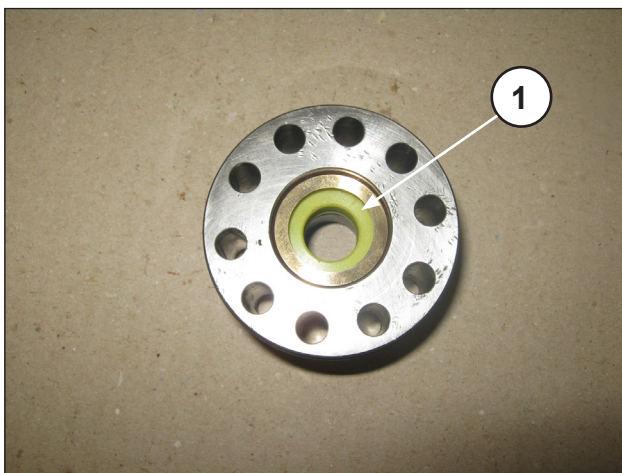
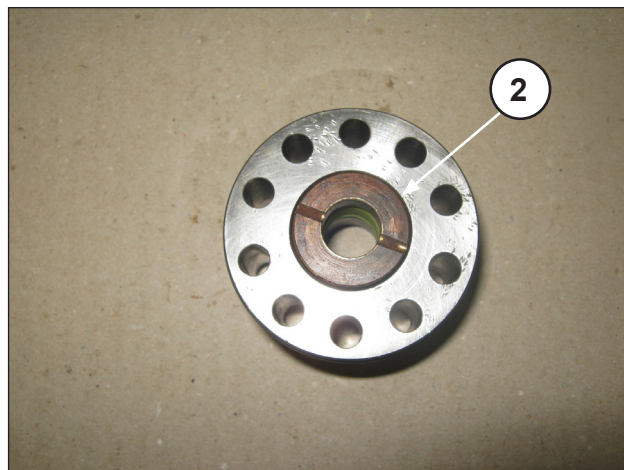
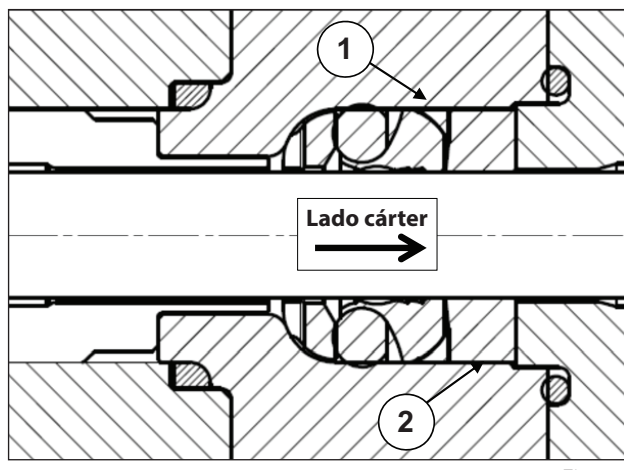

Fig. 45
Fig. 46
Fig. 47
- Aplicar la grasa en el diámetro interno rellenando con cuidado todos los intersticios comprendidos entre los labios de retención, como se indica en la Fig. 45.
- Introducir la anilla anti-extrusora ① y el casquillo de las juntas ② como se indica en la Fig. 45, la Fig. 46 y la Fig. 47.
El casquillo de las juntas ③ se ha de introducir en el soporte con las descargas orientadas hacia el exterior (lado cárter) como se indica en la Fig. 46 y la Fig. 47.